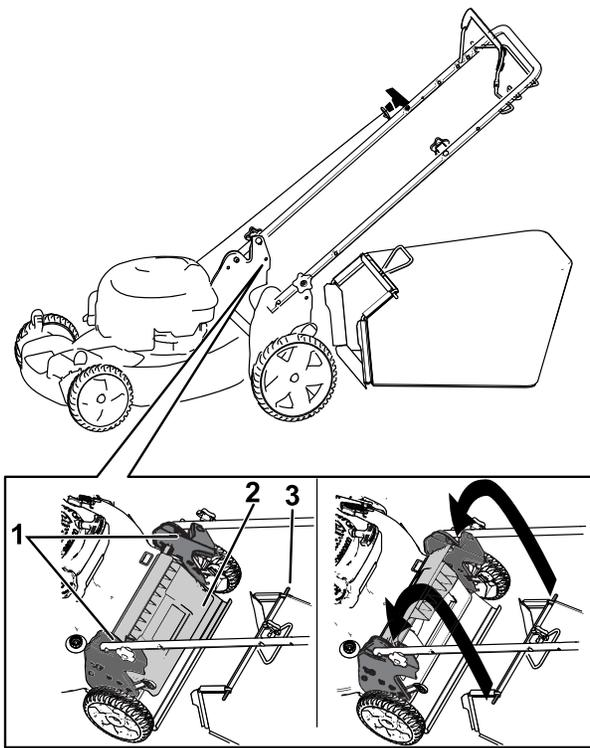

Bild 20
1. Heben Sie das hintere Ablenkblech an und halten Sie es hoch (Bild 20).
2. Setzen Sie den Grasfangkorb ein, stellen Sie sicher, dass die Stifte am Fangkorb in den Kerben am Griff sind (Bild 20).